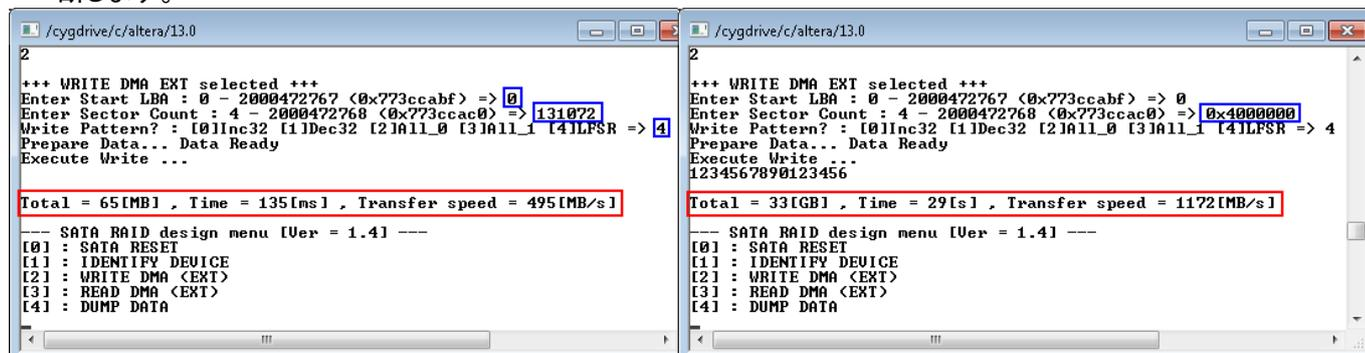
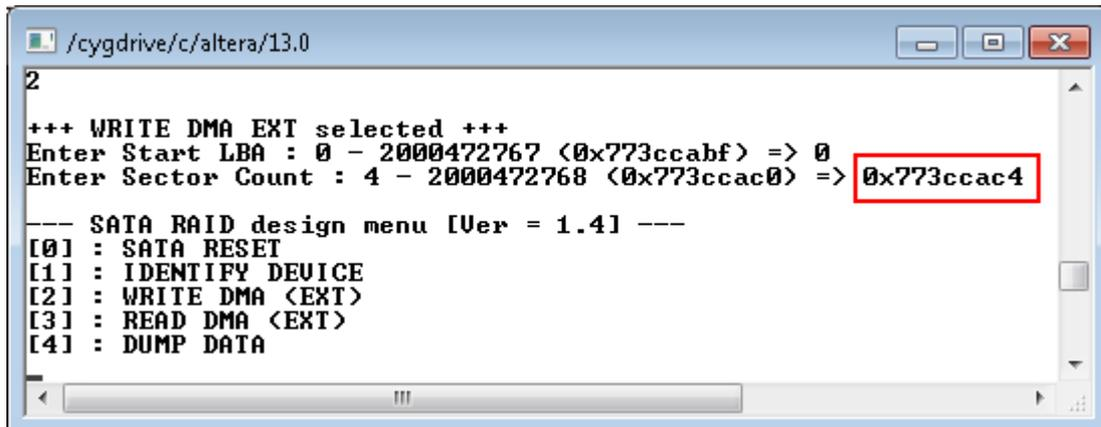

図 10: ライト・コマンド表示画面
図 11: 無効なパラメータ入力によるライト・コマンドの中断
- 下図 10 にライト・コマンドの実行画面の例を表示します。このライト・コマンドは図 11 のように無効なパラメータ値を入力するとコマンド実行前に中断します。また、実行中にユーザからの入力があった場合も図 12 のように中断します。